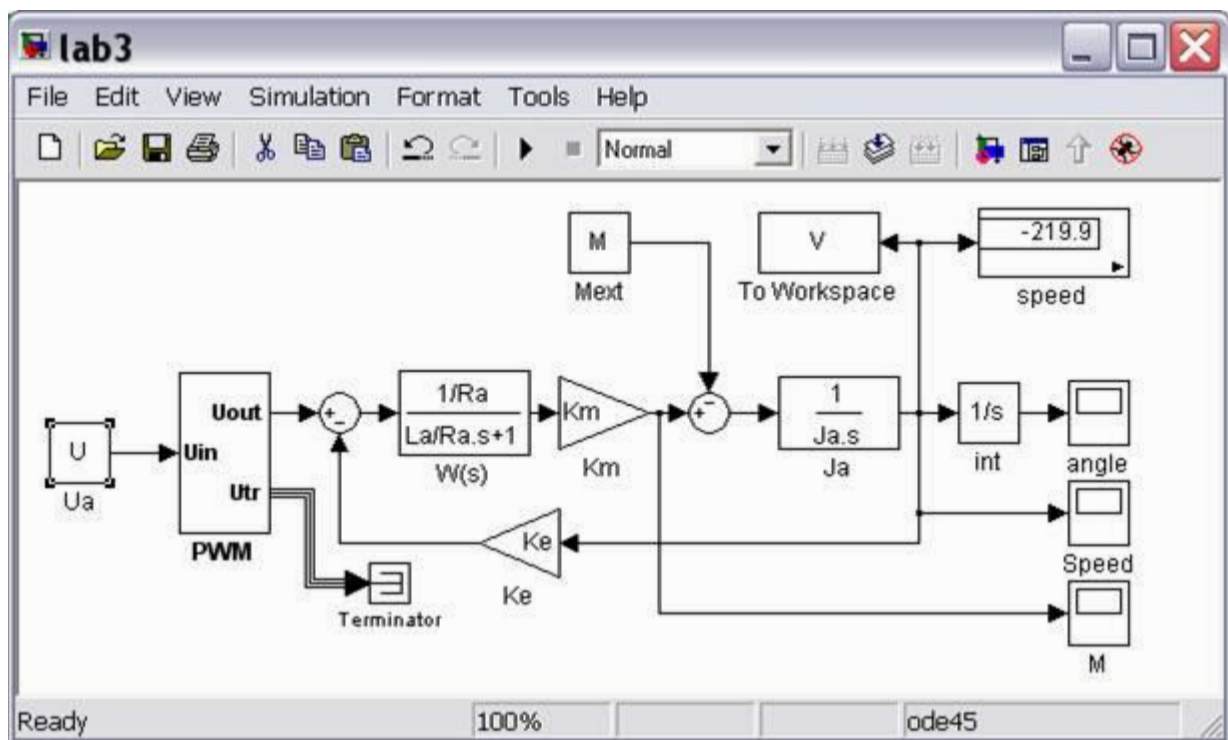

Рис.1
2. Соберите представленную на рис.1 схему моделирования процесса широтно-импульсного регулирования тока в якорной цепи двигателя постоянного тока при неподвижном вале двигателя. Для этого воспользуйтесь моделью широтно-импульсного преобразователя - PWM.mdl, находящейся в папке, указанной преподавателем.